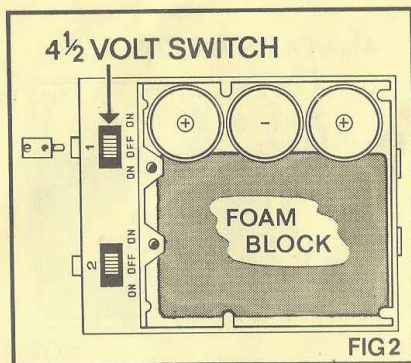

FIG 2
2. Sind nur 4½ Volt erforderlich, werden lediglich 3 Batterien benötigt, die in der in Abb. 2 gezeigten Weise anzuordnen sind; der übrige Leerraum im Kasten ist mit dem mitgelieferten Schaumstoff-Block auszufüllen.
2. Om den erforderliga spänningen är 4,5 volt behöver endast 3 batterier användas. De skall placeras så som framgår av Fig.2. Dosans återstående utrymme skall fyllas ut med den medföljande skumklotsen.
2. Para trabajar con corriente de 4,5 voltios, sólo será necesario usar 3 pilas, que se colocarán en las posiciones señaladas en la fig.2, rellenándose el espacio restante con el bloc de espuma incluido en el suministro.